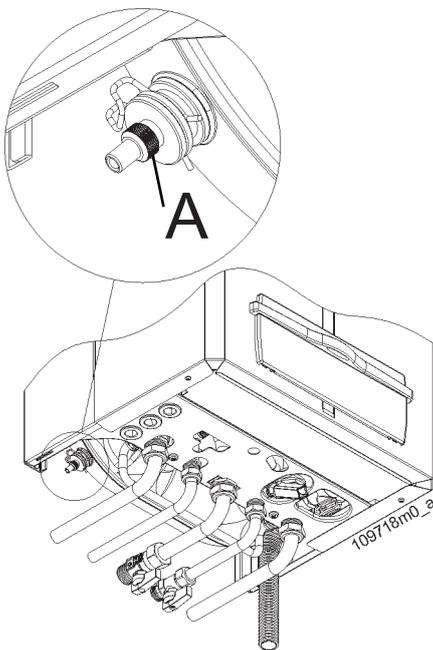

Abbildung 32-
- An den Druckmessnippel „A“ von Abbildung 32 einen Gummischlauch anschließen und den Schlauch zum Abfluss einer Spüle o.ä. führen.
- Schraube „A“ in Abbildung 32 lockern, bis das Austreten der Luft zu hören ist; abwarten, bis nur noch Wasser austritt.
- Schraube „A“ in Abbildung 32 wieder anziehen.